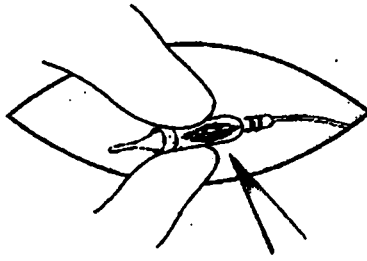

Figura 22. Corte la funda del conector para dejar al descubierto el tornillo de fijación.
4. Corte la funda del conector que cubre el capuchón del electrodo para dejar al descubierto el tornillo de fijación (Figura 22).